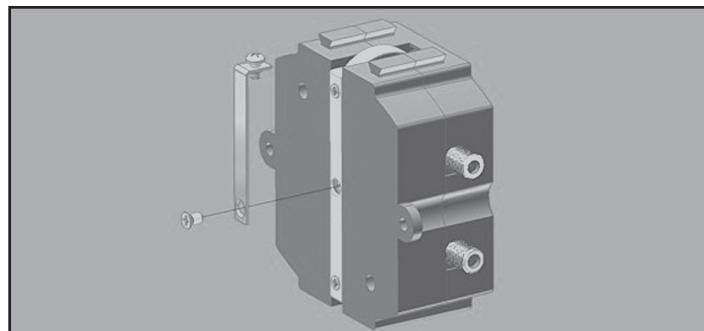

Figure 5. Removing the Central Phillips Screw//Retrait de la vis cruciforme centrale/Retiro del desarmador central Phillips
1. Attach the auxiliary ground terminal strip provided to the rear of the unit by removing the central Phillips screw as shown in **Figure 5**. **Note:** When joining any number of CHSPTELE or CHSPCABLE modules together, only one module is required to be connected to ground via an auxiliary ground terminal, as the rest are automatically grounded when joined via the spring terminals. The auxiliary ground terminal strip should be attached to the "end" module closest to the grounding point.
1. Fixez la borne de mise à la terre auxiliaire fournie sur l'arrière de l'unité en retirant la vis cruciforme centrale, comme illustré à la **Figure 5**. Remarque : lorsque vous assemblez plusieurs modules CHSTELE ou CHSPCABLE, seul l'un des modules doit être relié à la masse au moyen d'une borne de mise à la terre auxiliaire : l'autre module est automatiquement mis à la terre lorsqu'il est monté sur les bornes à ressort. La borne de mise à la terre auxiliaire doit être fixée au module "d'extrémité" le plus proche du point de mise à la terre.